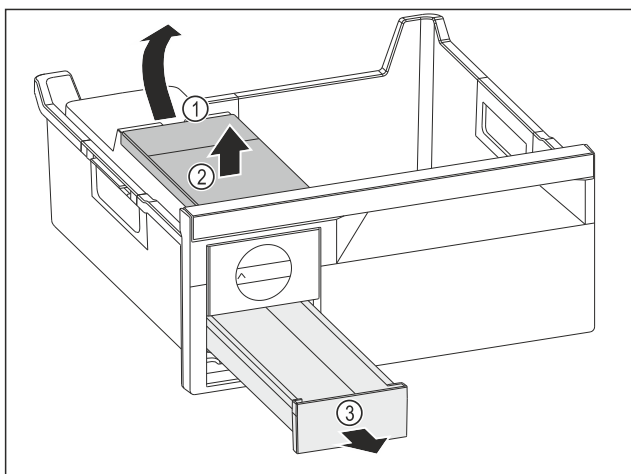

Fig. 73
- ▶ Вийняти бак для води: підняти бак для води за заглиблення Fig. 73 (1).
- ▶ Вийняти бак для води Fig. 73 (2) рухом вгору.
- ▶ Вийняти висувний ящик для кубиків льоду Fig. 73 (3) рухом вперед.